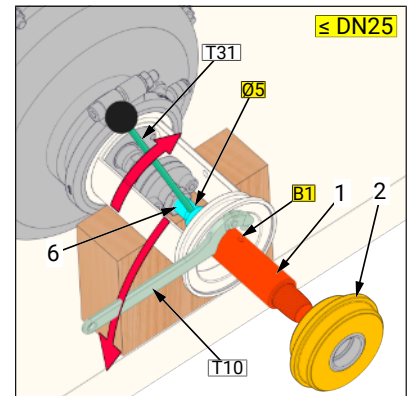

Abbildung 3
- Abb. 3: Ausbau über Bohrung (B1) (\cong DN25) Damit die Bohrung (B1) sichtbar wird, muss zuerst der Einsatz (2), wie in Abb. 3 dargestellt, abgeschraubt werden.